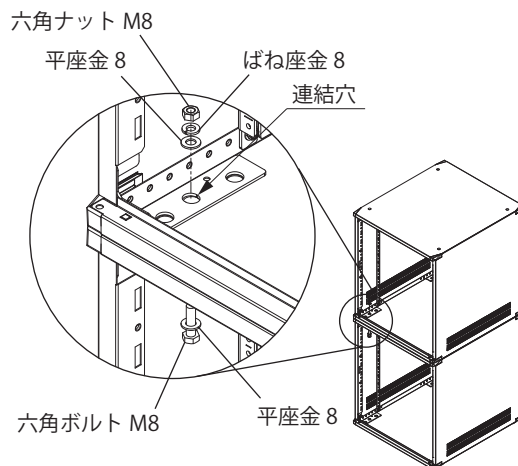

図 8
3. ラック天井面と底面の連結穴(φ10 4 か所)に、六角ボルト M8×20・六角ナット M8・ばね座金 8・平座金 8 を取り付けてください。(図 8)